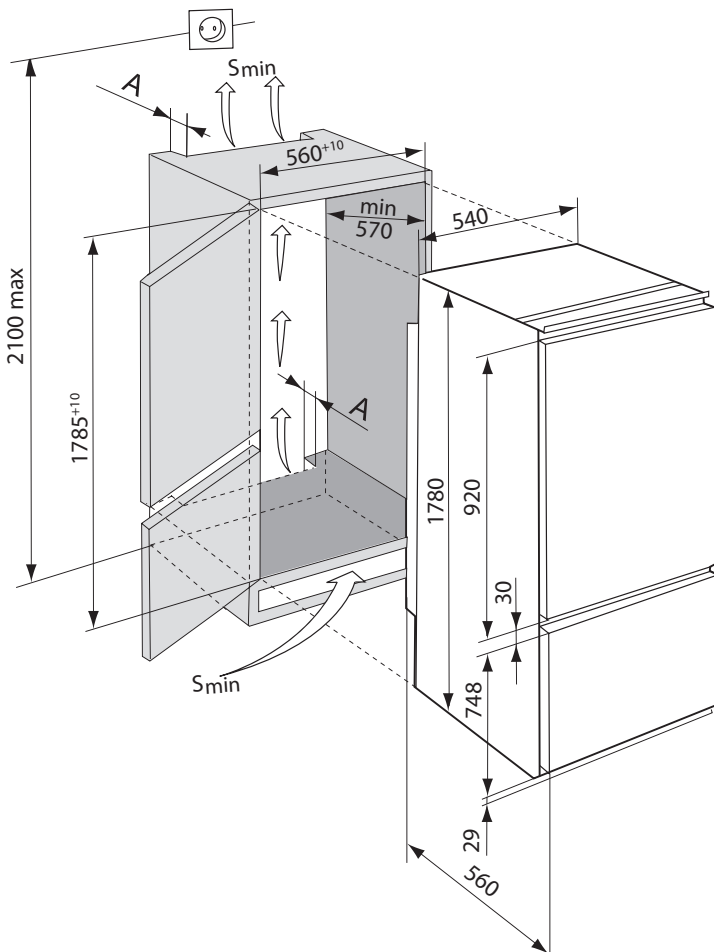

Figura 7 – Schema încorporării frigiderului în mobilier
2.1 Varianta de mobilier recomandată pentru încorporarea frigiderului este indicată în figura 7 (dimensiuni în mm).
**ATENȚIE! Suprafața minimă (Smin) a canalelor de aer și deschizăturilor grilei decorative trebuie să fie nu mai mică de 200 cm2, și adâncimea deschizăturii A - nu mai mică de 50 mm, în conformitate cu figura 7.**